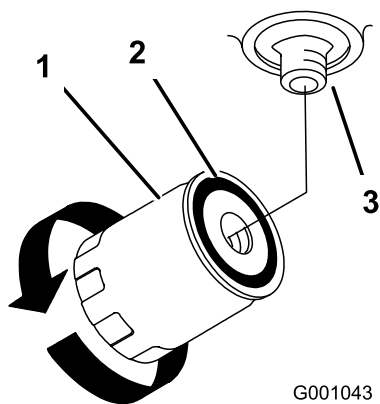

Figure 70
5. Déposez le filtre usagé et essuyez la surface du joint de l'adaptateur (Figure 70).
9. Quand le filtre hydraulique est plein, tournez le filtre dans le sens horaire jusqu'à ce que le joint touche l'adaptateur, puis donnez un 1/2 tour supplémentaire (Figure 70).